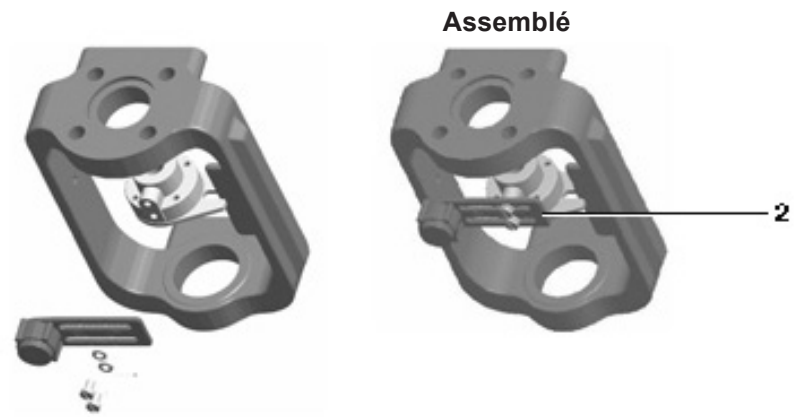
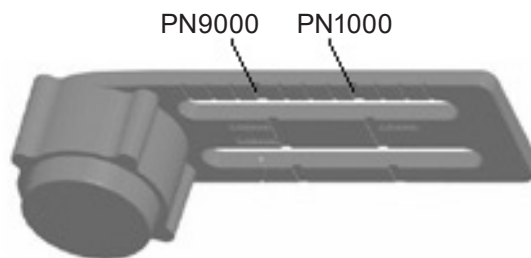

Fig. 6
Fig. 7 Marquages sur l'aimant
5.2.2 Faire glisser l'aimant (2) de droite à gauche ou inversement (Fig. 6) jusqu'à ce qu'il soit correctement positionné. Si vous utilisez un servomoteur Spirax Sarco, la position correcte est indiquée sur l'aimant (Fig. 7).